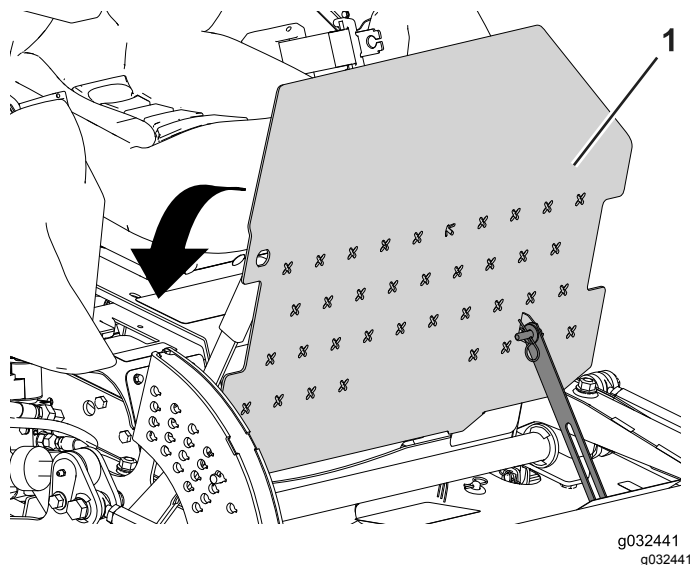

Figura 49
1. Incline a plataforma do operador para a posição trancada (Figura 49).